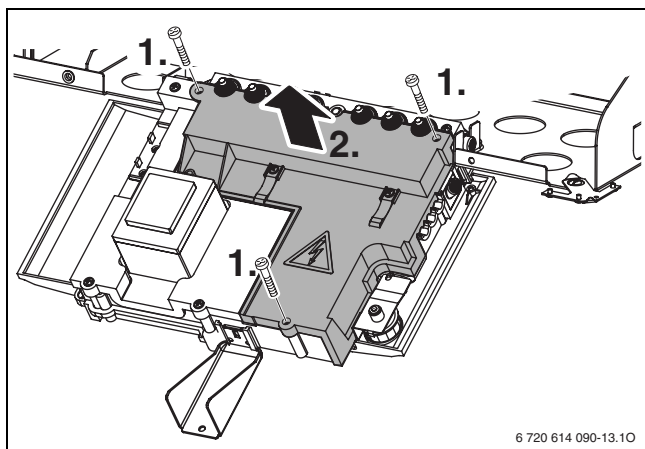

Fig. 22
I fusibili di ricambio si trovano sul retro della copertura del quadro comandi (→ fig. 22).
- Svitare le viti di fissaggio ed estrarre la copertura posteriore (→ fig. 22).